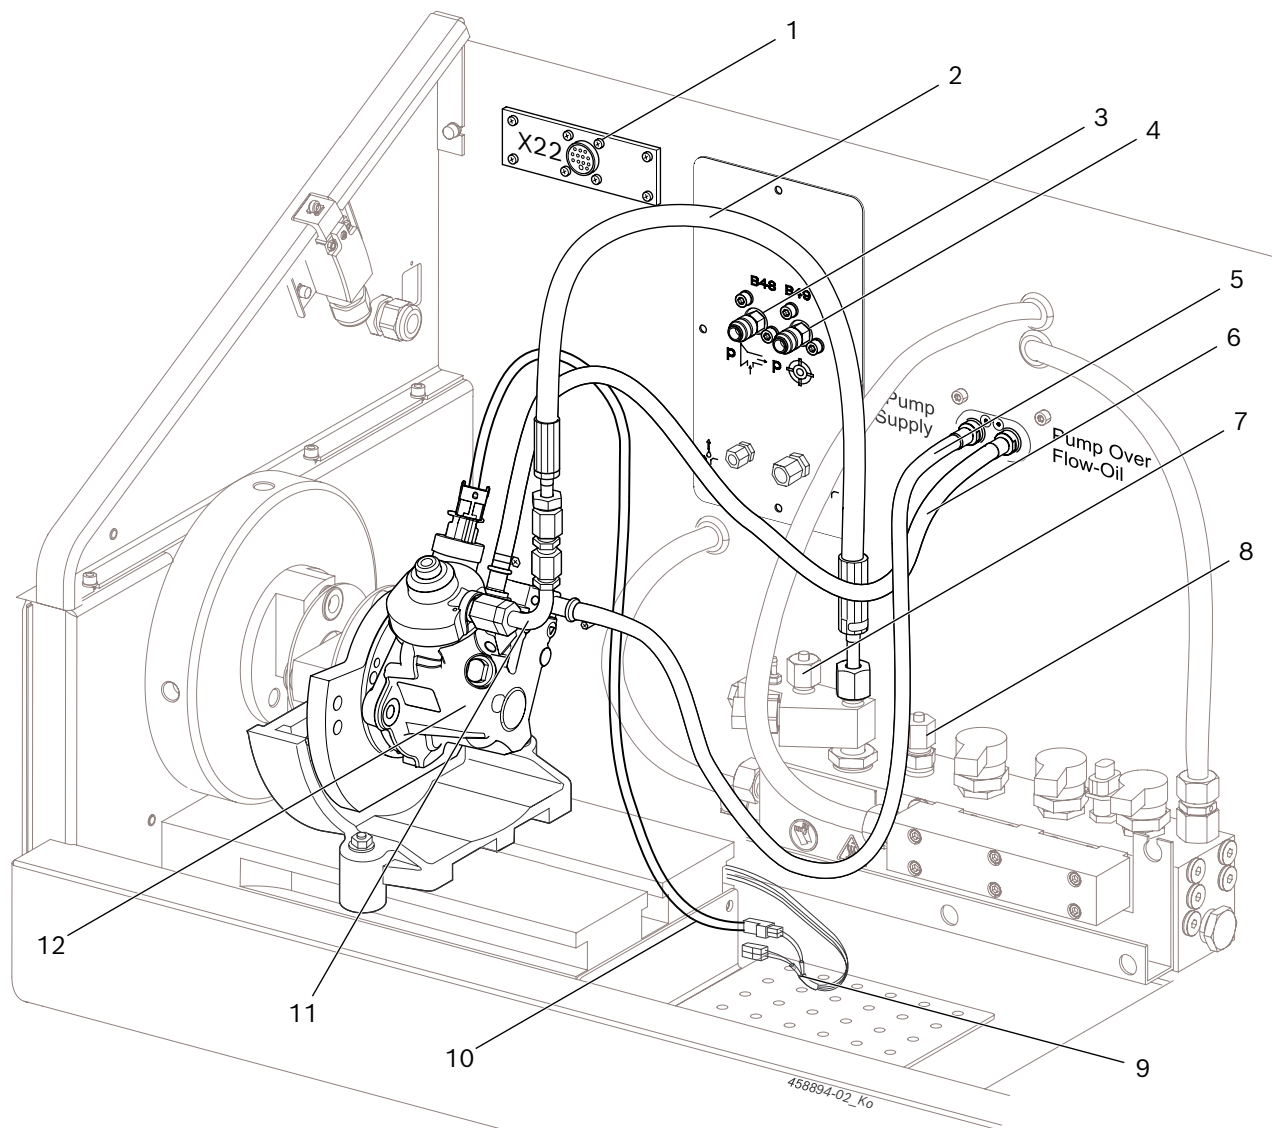

Fig. 2: Tilslutning CP4.1
1. Slanger til prøveolie-tilløb (fig. 2, pos. 5) og prøveolie-returløb (fig. 2, pos. 6) tilsluttes de passende tilslutninger på CP4.
2. Højtryksslange 1 680 712 324 (fig. 2, pos. 2) tilsluttes på højtryksrillens højtryksindgang og via prøvetrykledningen 1 680 750 123 (fig. 2, pos. 11) til højtrykstilslutningen på CP4 (Tilspændingsmoment = 25Nm – 30 Nm).
3. Luk højtryksslangens tilslutning til fordelerskinnen CRI 846H eller CRI/CRIN 848H på højtrykskinnen med en blindprop (fig. 2, pos. 7, 8).
Ved CP4.2 skal blindproppen (fig. 2, pos. 7) fjernes, og en yderligere højtryksslange skal tilsluttes på højtrykskinnen og CP4.
4. Tilslut forbindelsesledning 1 684 463 946 (fig. 2, pos. 9) på X24 og forbind via den pumpespecifikke adapterledning (fig. 2, pos. 10; specialtilbehør) med CP4.
Den adapter 1 681 032 115 der befinder sig i komponentsættet 1 687 016 128 anvendes til transportpumpe-måling for CP4. Monter adapteren på CP4 inden afprøvningen og sæt slangen fra adapteren på B49 (Fig. 2, pos. 4).
De slanger, der befinder sig i komponentsæt 1 687 016 128, anvendes til undertrykmåling. Tilslut den pumpespecifikke slange på indsprøjtningspumpen og ved tryksensorholderen B48 (fig. 2, pos. 3).
- Er tilslutningen på højtryksræilen (til fordelerskinnen CRI 846H) lukket med en blindprop (fig. 2, pos. 8)?